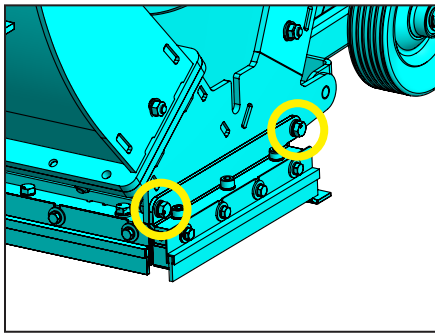

FIG. 26A
GRENAILLAGE DES BORDS (FIGURES 26A-26C)
1. Retirer l'assemblage brosse-aimant du côté droit de la machine (Figure 26A).